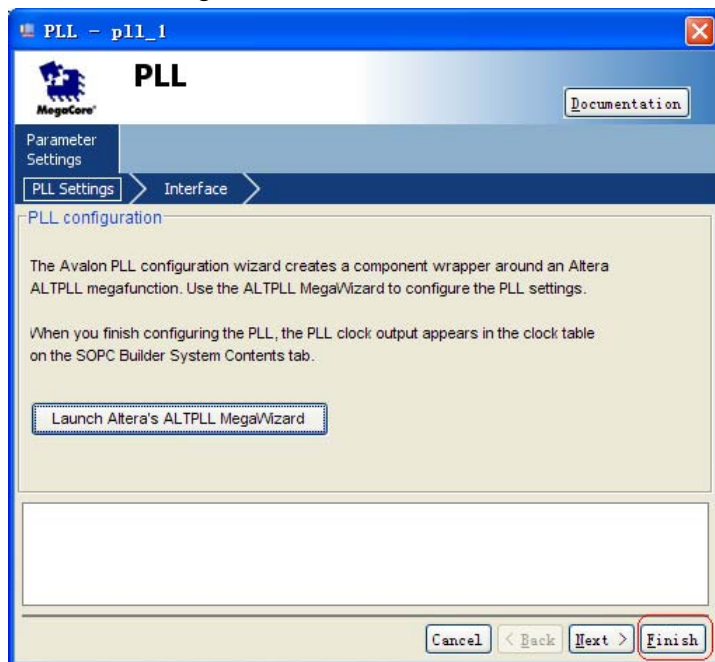

图 10-9 ALTPLL 设置第五页
14. 之后一路 next 直到 MegaWizard finish, 回到 PLL 添加页面, 如图 10-9, Finish。